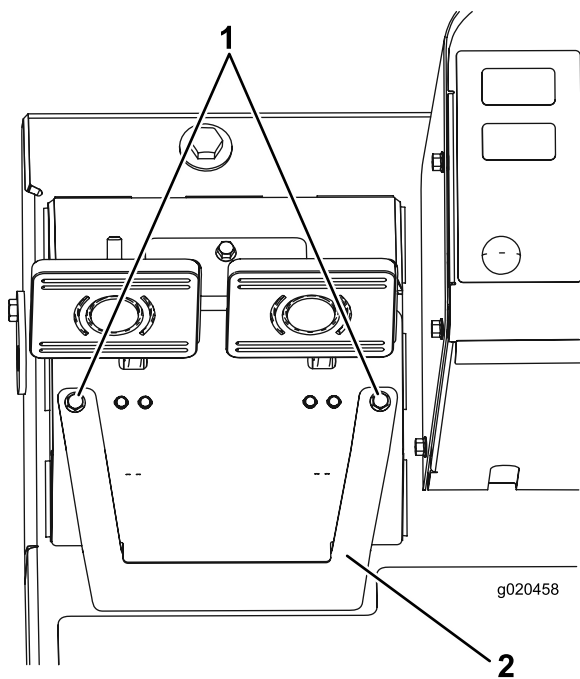

Figura 93
- A. Allentate le 2 viti di fissaggio e rimuovere il coperchio di regolazione dei freni (Figura 93).